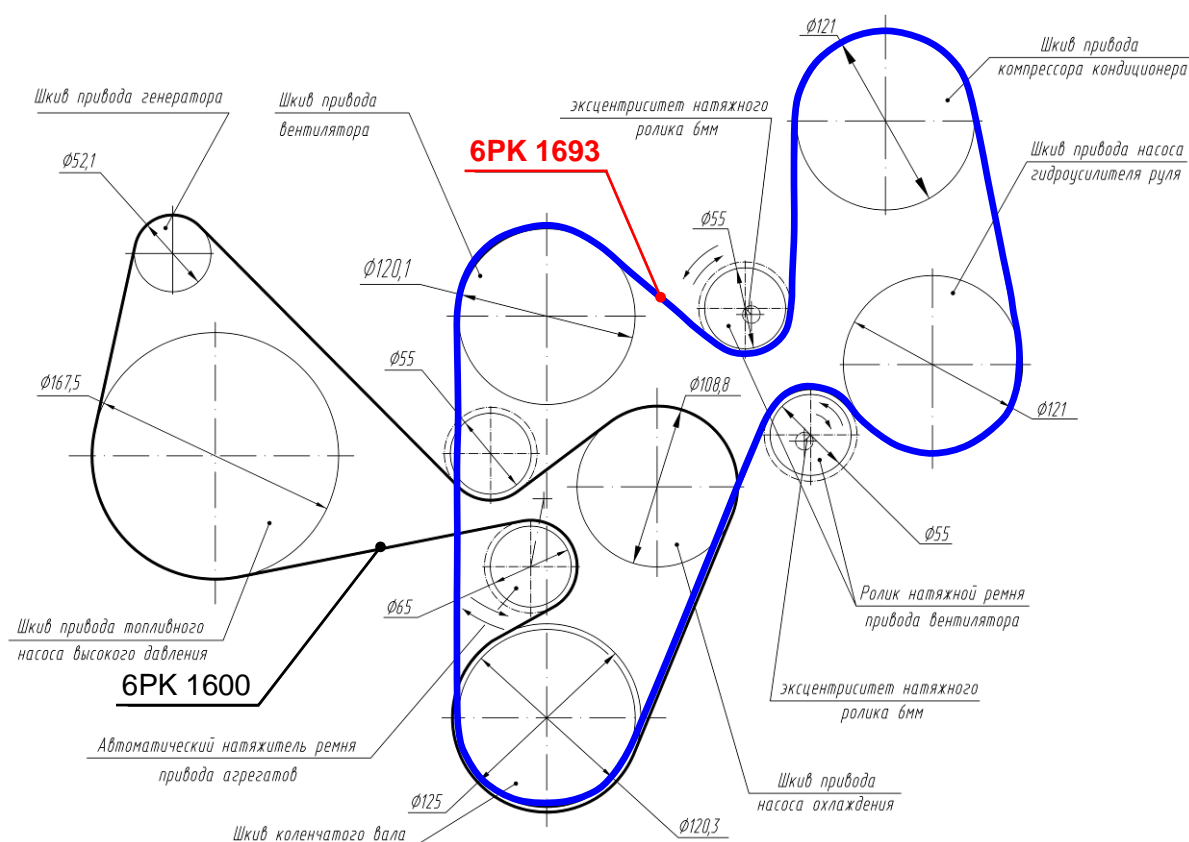

Рис.52. Схема привода вспомогательных агрегатов двигателя для автомобилей на платформе УАЗ-3163 с компрессором кондиционера
**Привод вентилятора** (рис.52, 53, 54) осуществляется поликлиновыми ремнями 6PK ф. Gates серии Micro-V XF или Micro-V HORIZON от шкива коленчатого вала, совместно с насосом ГУР и компрессором кондиционера. Длины ремней выбираются в зависимости от наличия в приводе вентилятора дополнительных автомобильных агрегатов и их конструктивных особенностей (насосов ГУР и компрессора кондиционера). Передаточное отношение привода – 1,0.